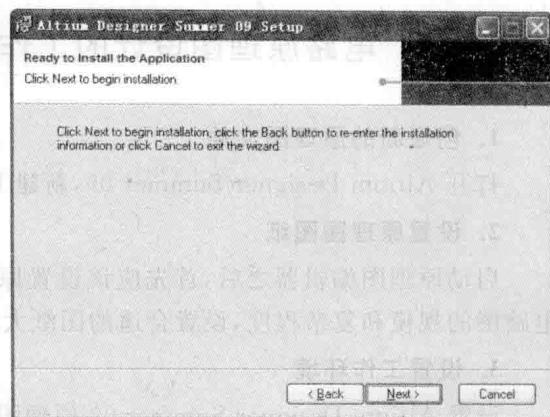

图 1-8 Ready to Install the Application 窗口
(8) 勾选“Install Board-Level Libraries”选项，单击“Next”按钮，出现如图 1-8 所示的 Ready to Install the Application 窗口。